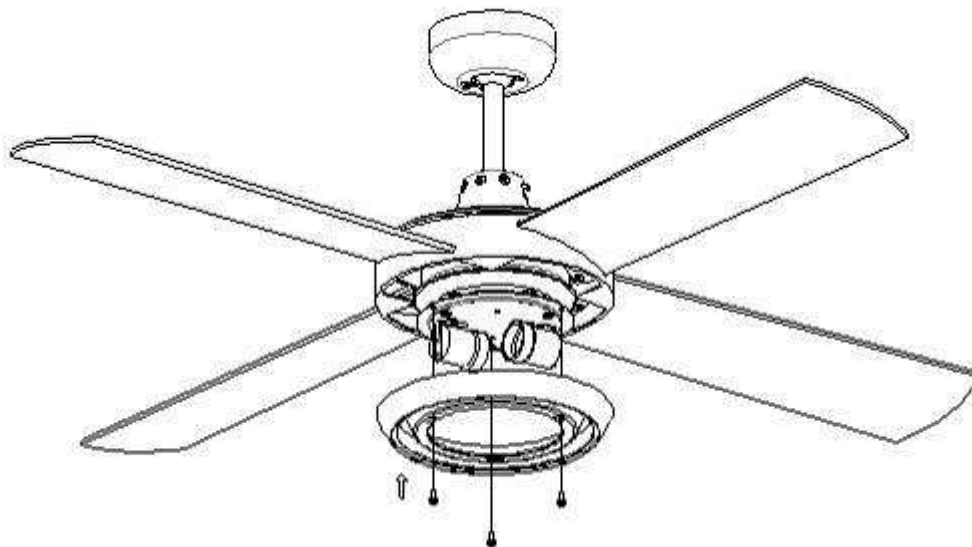

Fig.7
6. Staccare il pannello della luce come descritto alla sequenza 4 e avvitarlo come illustrato nella fig. 7